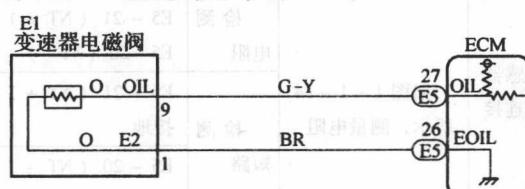

图 1-1-19 与故障码 P0710、P0712 和 P0713 相关的电路图
1. 与故障码 P0710、P0712 和 P0713 相关的电路图 (图 1-1-19)